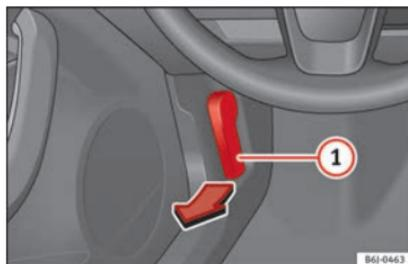

Fig. 5 Alavanca de desbloqueio no espaço para a zona dos pés do condutor.
- Abrir o capô: puxe a alavanca existente por baixo do painel de instrumentos »» Fig. 5 ①.